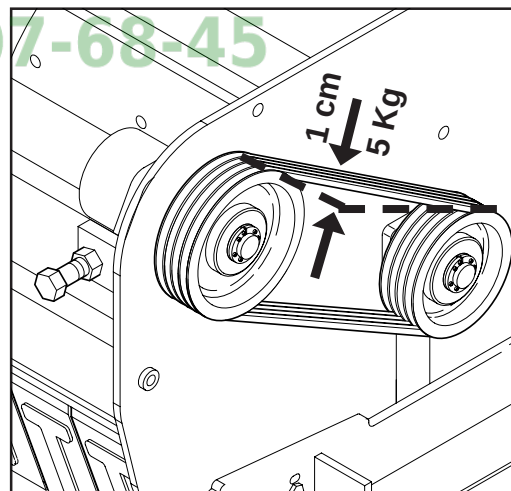
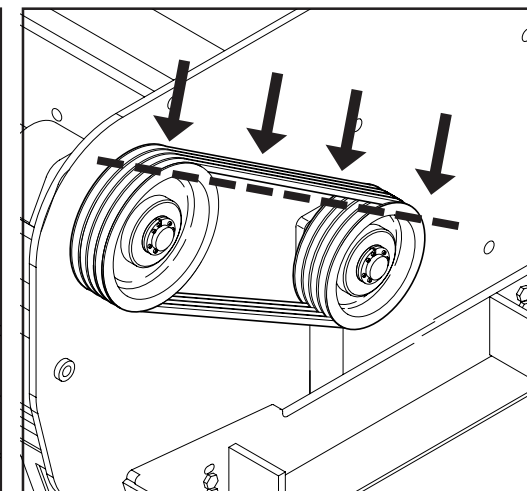

Fig. 15
Fig. 16
- A cinghie tensionate (Fig. 15) controllare l'allineamento delle pulegge (Fig. 16).
Mettendo in tensione le cinghie si raccomanda di fare massima attenzione alle planarità delle pulegge. Premere sulla cinghia, nella zona centrale fra le due pulegge, con una forza di 5 Kg, la forza deve provocare una deformazione sulla singola cinghia di 1 cm (Fig. 15). È consigliabile a tal proposito, munirsi di una riga metallica di lunghezza adeguata, e appoggiandola sui bordi delle due pulegge (vedere linea tratteggiata Fig. 16), la stessa deve toccare tutti e quattro i bordi delle pulegge stesse.
- Check the pulley alignment (Fig. 15) once the belts have been tightened (Fig. 16).
When regulating the belt tension, pay particular attention to the level state of the pulleys. Press on the middle part of the belt between the two pulleys with a 5 Kg force. Each belt should give 1 cm (Fig. 15). In this respect we recommend placing an adequately long metallic ruler on the edges of the two pulleys (see broken line Fig. 16). The ruler should touch all four borders of the pulleys.
- Wenn die Riemen richtig gespannt sind (Abb. 15), prüfen, daß die Riemenscheiben gut ausgerichtet sind (Abb. 16).
Beim Spannen der Antriebsriemen ist besonders auf die Planarität der Riemenscheiben zu achten. Im mittleren Abschnitt zwischen den beiden Riemenscheiben mit einer Kraft von 5 kg auf den Riemen drücken. Der einzelnen Riemen muß sich um 1 cm eindrücken lassen (Abb. 15). Es empfiehlt sich daher, einen Metallstab von geeigneter Länge auf die Ränder der beiden Scheiben aufzulegen (siehe Strichlinie Abb. 16), wobei dieser den Umfang der Scheiben an jeweils zwei Punkten berühren muß.
- Une fois les courroies tendues (Fig. 15), contrôler l'alignement des poulies (Fig. 16);
En tendant les courroies, il est recommandé de faire très attention à la planéité des poulies. Appuyer sur la courroie, dans la zone centrale entre les deux poulies, en exerçant une force de 5 kg. La force exercée doit provoquer une déformation sur la courroie concernée de 1 cm (fig. 15). A ce sujet, il est conseillé de se munir d'une règle en métal ayant une longueur appropriée. En la posant sur les bords des deux poulies (voir ligne en pointillé Fig. 16), cette règle doit toucher les quatre bords des poulies.
- Con las correas tensas (Fig. 15), controlar la alineación de las poleas (Fig. 16).
Al tensar las correas, preste mucha atención a la planeidad de las poleas. Presionar la correa, en la parte central entre las dos poleas, con una fuerza de 5 kg. La fuerza debe provocar una deformación de 1 cm (Fig. 15) en cada correa. Para tal fin, es aconsejable utilizar una regla metálica con una longitud adecuada y apoyarla sobre los bordes de las dos poleas (véase línea punteada Fig. 16), la misma tiene que tocar los cuatro bordes de las poleas.